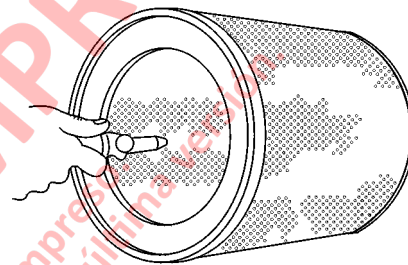

FIGURA 5-5. LIMPIEZA DEL ELEMENTO DE FILTRO CON AIRE COMPRIMIDO
2. Dirija la corriente de aire desde la boquilla hacia el interior del elemento del filtro, como lo indica la Figura 5-5. Esta es la parte de aire limpio del elemento y el flujo de aire debe ser contrario al flujo normal